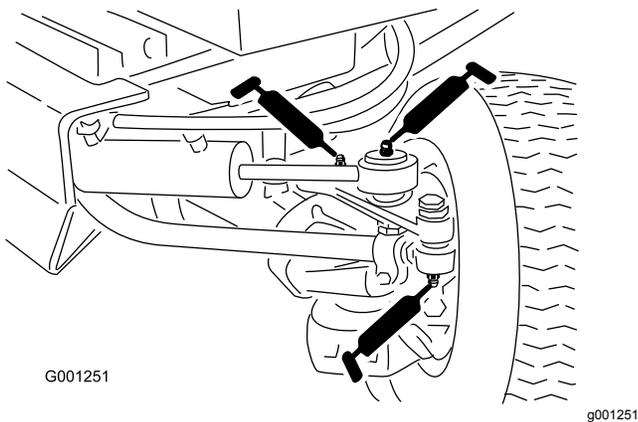

Figura 44
- Extremidades da barra de ligação (2) (Figura 44)
- Extremidades da barra do cilindro (2) (Figura 44)
- Articulações da direção (2) (Figura 44)
- Pino da articulação do eixo (Figura 44)